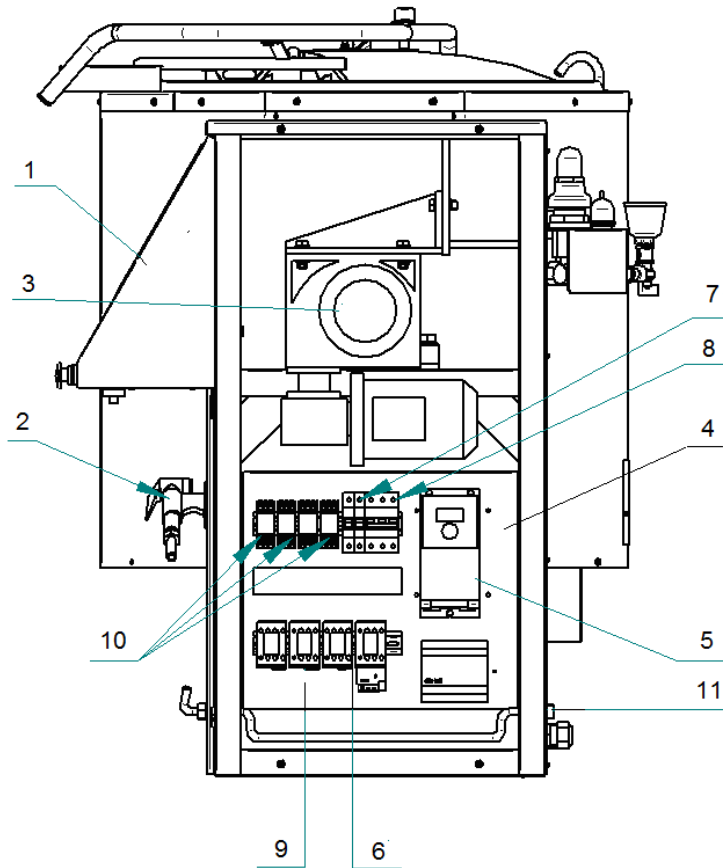

Рис. 4
Правая опорная стойка (рис. 4) состоит из каркаса с облицовкой. На каркасе установлены:
- панель управления (рис. 4 поз.1);
- душирующее устройство (рис. 4 поз. 2).
- мотор-редуктор опрокидывания варочного котла (рис. 4 поз. 3);
- щит монтажный (рис. 4 поз. 4), на нем установлены:
- регулятор частоты вращения миксера - преобразователь частоты (рис. 4 поз. 5);
- электропривод управления положения варочного сосуда (рис. 4 поз. 6);
- автоматический выключатель цепи управления QF1 (рис. 4 поз. 7);
- автоматический выключатель привода миксера и редуктора опрокидывания QF2 (рис. 4 поз. 8);